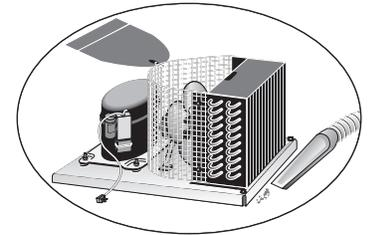

Figura 2
**FASE 3** - Dopo aver impostato il setpoint, rilasciare il pulsante Info . Il display visualizzerà la temperatura. Vedi Figura 2.
Una volta tolta la sporcizia dalla serpentina con la spazzola, pulire con l'aspirapolvere la serpentina e il piano di appoggio interno (vedi Figura 2).